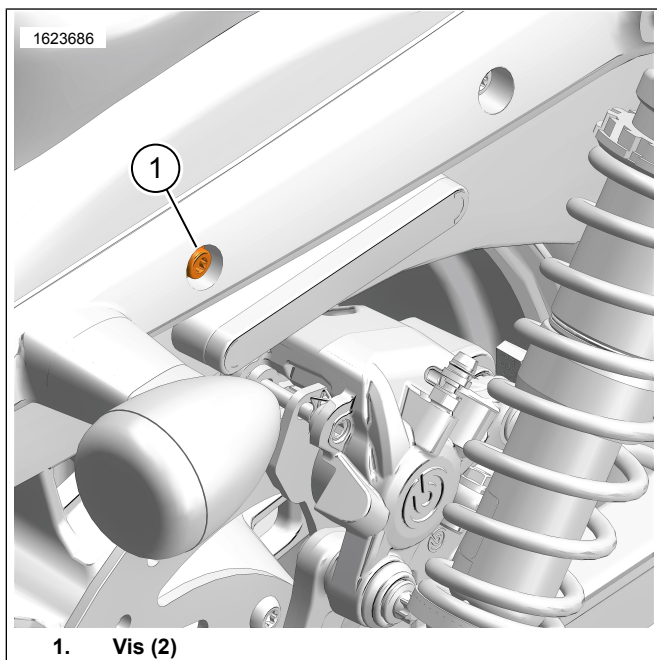

Figure 2. Vis du garde-boue arrière d'origine
1. Figure 2 Retirez et jetez les vis Équipement d'origine (Équipement d'origine) du garde-boue arrière (1).